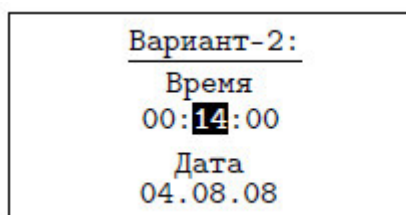

Рисунок 31
3.5.5 "Автозапуск" - установка времени запуска процесса регистрации. Действует только, если задан "Пуск по расписанию" в пункте меню "Режим пуска/стопа" (рис. 31).